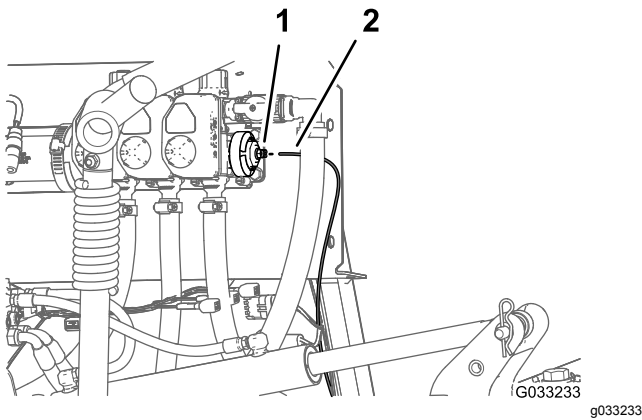

Figure 25
1. Poussez la bague de blocage du raccord de tube dans l'embout de la vanne de section de rampe droite (Figure 25).
2. Tirez le tube de détection de pression du manomètre de planche de bord hors du raccord de tube (Figure 25).